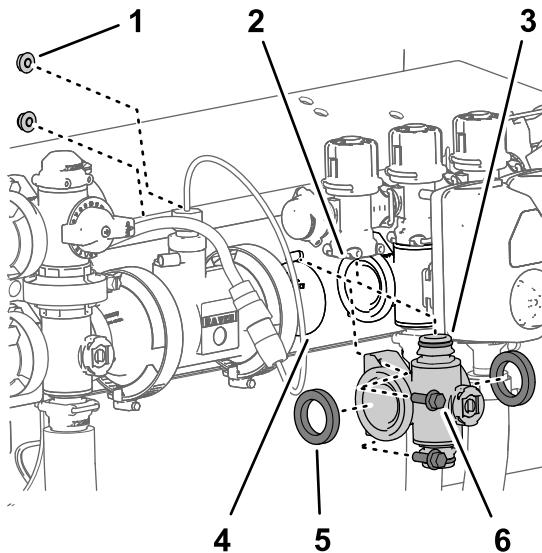

图 127
4. 对于左或右喷洒臂段阀岐管应松开将该喷洒臂段阀岐管固定至阀支架的 2 个凸缘头螺栓 $\frac{1}{4} \times \frac{3}{4}$ 英寸和 2 个凸缘锁紧螺母 $\frac{1}{4}$ 英寸 图 127。
5. 向下移动喷洒臂段阀岐管和垫片使之与喷洒臂段旁通阀分开然后再离开机器 图 127。